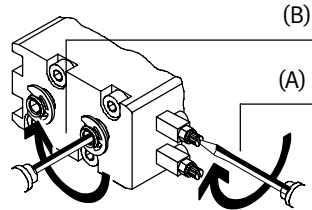

Fig. 50
- Gire al máximo el tornillo de control (B en Fig. 50) de la amortiguación de fin de recorrido hasta encontrarse una resistencia considerable en la posición final.
1. Efectúe las operaciones siguientes con las dos válvulas de estrangulación y antirretorno (A) preconectadas:
2. Efectúe las operaciones siguientes con los tornillos de control de la amortiguación de fin de recorrido (B):